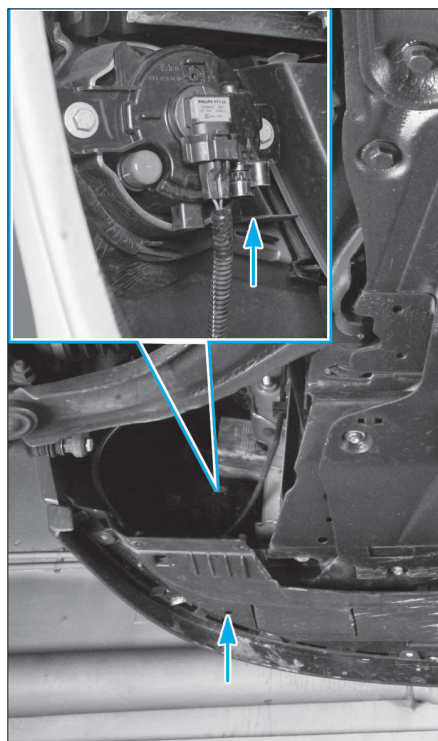

FIG. 9
- Effectuer le réglage des feux antibrouillard à l'aide d'un tournevis (Fig.9).